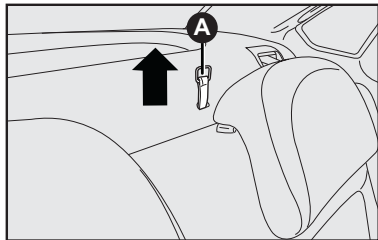

fig. 83
3) Desengatar o encosto, acionando os puxadores para cima (dois puxadores na cobertura do porta-malas) **A-fig. 83** no sentido da seta liberando o encosto do engate.